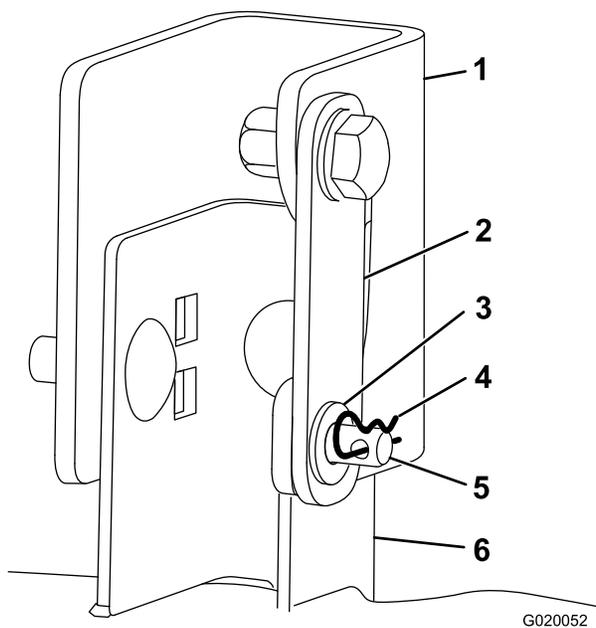

Figure 38
- Retirez la goupille fendue et la rondelle de l'axe de chape dans le support de suspension et le support de plateau sur le côté du plateau de coupe. Répétez cette procédure de l'autre côté (Figure 37 et Figure 38).
- Élevez légèrement l'arrière du plateau pour délester les axes de chape et déposez ces derniers (Figure 37 et Figure 38).
- Orientez chaque support de plateau afin d'aligner le trou de l'extrémité libre sur le trou du support de suspension (Figure 38).
- Insérez l'axe de chape dans les supports de chaque côté, puis posez les rondelles sur les axes de chape et les goupilles fendues dans les axes de chape (Figure 38).